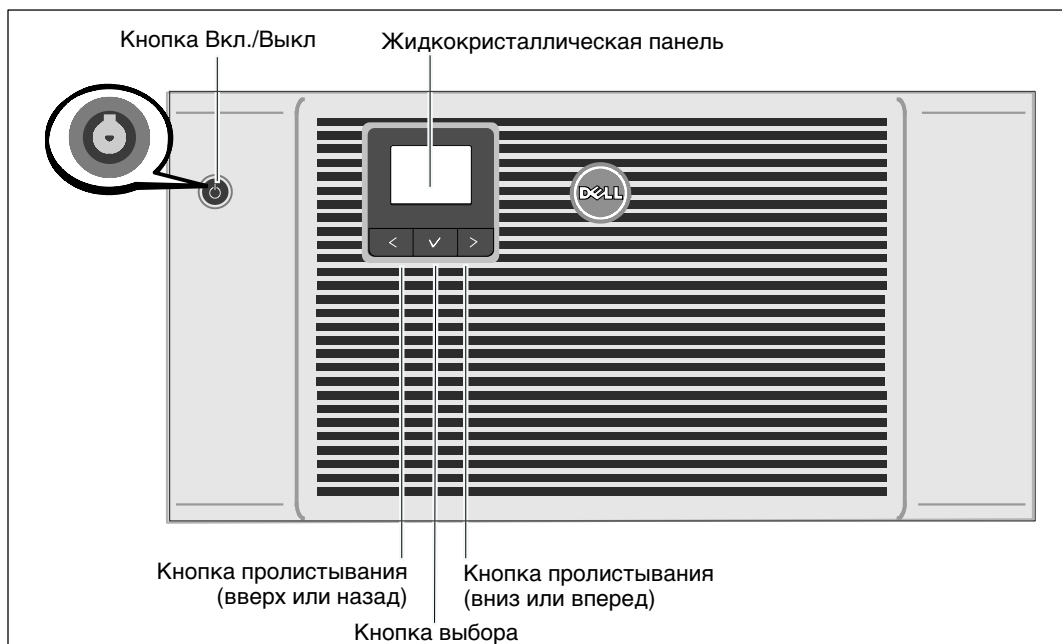

Рисунок 23. Включение ИБП
- 5 Нажмите на кнопку Вкл/Выкл  на передней панели ИБП (см. Рисунок 23).